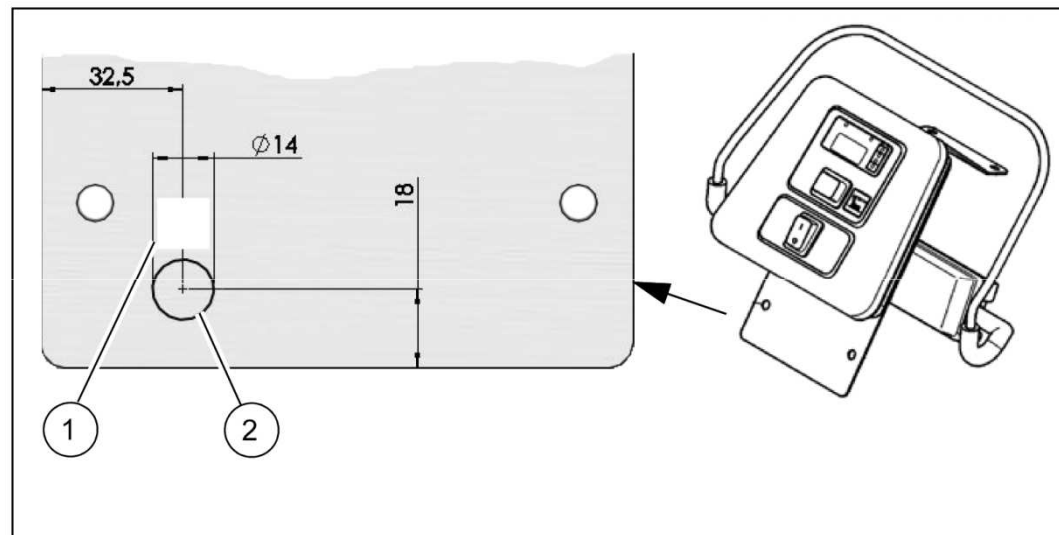

Fig. 1
2. Percer un trou de 14 mm dans le support du panneau de commande, de façon à monter le commutateur de dosage de chimie (Fig. 1/1). Se référer à la figure 1 pour l'emplacement
3. Nettoyer la surface et coller l'étiquette de dosage de chimie (Fig. 1/2).
4. Enlever le support du tuyau de vidange d'eau sale et le positionner sur le support (Fig. 1/2) en position (C).